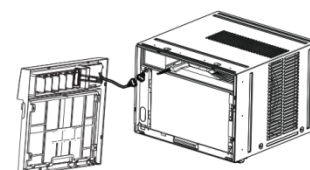

Fig.4
6. Débranchez la fiche de connexion du panneau d'affichage de l'unité et déposez le panneau avant sur le côté (voir Fig.4).